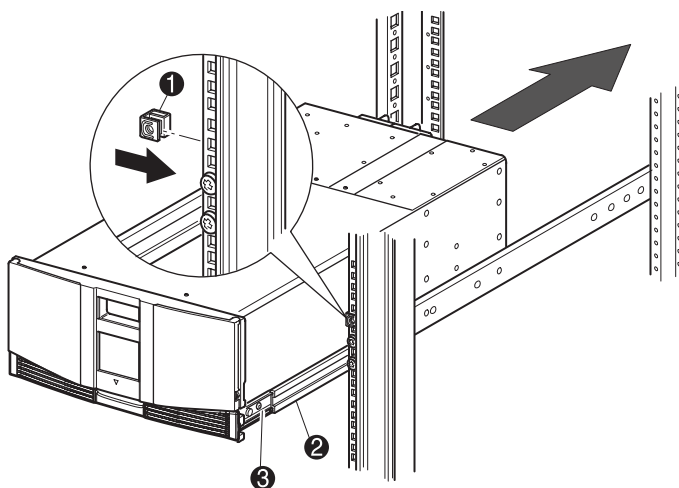

Figura 2–5: Installazione della libreria (modello MSL5026)
11. Tenendo gli sportelli aperti, fissare il pannello anteriore al contenitore del rack utilizzando le due viti di fissaggio apposite (vedere la Figura 2–6). Chiudere gli sportelli.